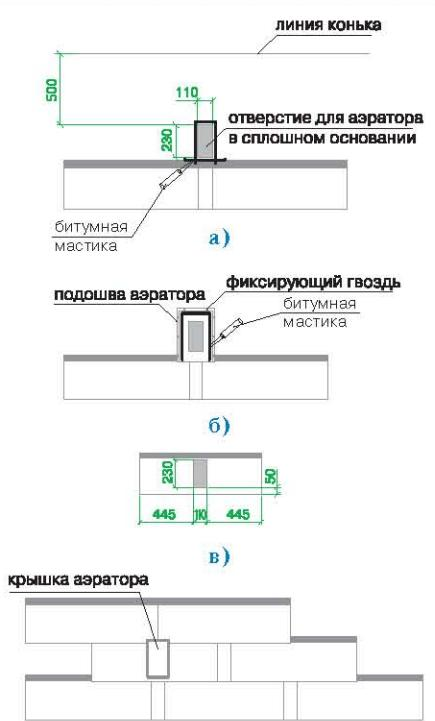

Рис. 5
Установка аэратора (рис. 5)
- в сплошном основании кровли прорезается отверстие 11 x 23 см, расположенное согласно рис.5а;
- корпус аэратора устанавливается поверх отверстия и фиксируется гвоздями из нержавеющей стали; по верхней и боковым сторонам подошвы корпуса также наносится битумная мастика (рис. 5б);
- далее укладывается очередной ряд черепицы; подошва аэратора при этом закрывается листом ПРЕСТИЖ КОМПАКТ с заранее прорезанным в нем отверстием (рис. 5в);
- на корпус аэратора устанавливается крышка, которая фиксируется нажатием (до щелчка) (рис. 5г).